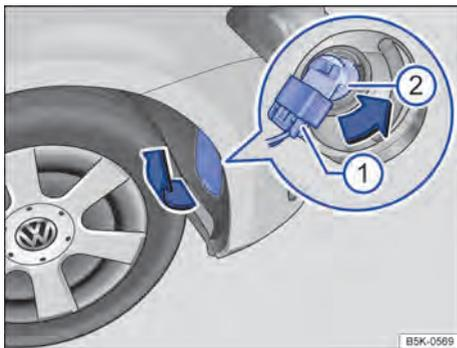

Fig. 218 No protetor da caixa de roda dianteiro direito: substituir a lâmpada incandescente no farol.
3.	Se necessário, levantar com cuidado a cobertura no protetor da caixa de roda, no sentido da seta, com a lâmina plana da chave de fenda das ferramentas de bordo → Fig. 218.
4.	Destruar e retirar o conector ①.
5.	Girar o suporte de lâmpadas ② até o batente no sentido anti-horário (seta) e retirar para trás com a lâmpada incandescente.
8.	Encaixar o conector ① no suporte da lâmpada ②. O conector deve encaixar audivelmente.
9.	Encaixar a cobertura no protetor da caixa de roda ⇒ Fig. 218.